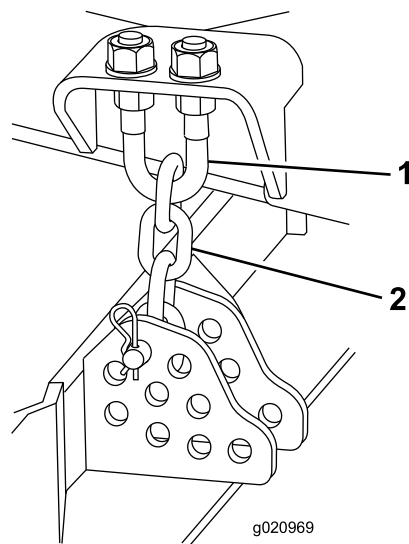

Figura 108
4. Retire el pasador de horquilla y el pasador que fijan las cadenas de ajuste de la altura de corte a la parte trasera de la carcasa de corte (Figura 108).